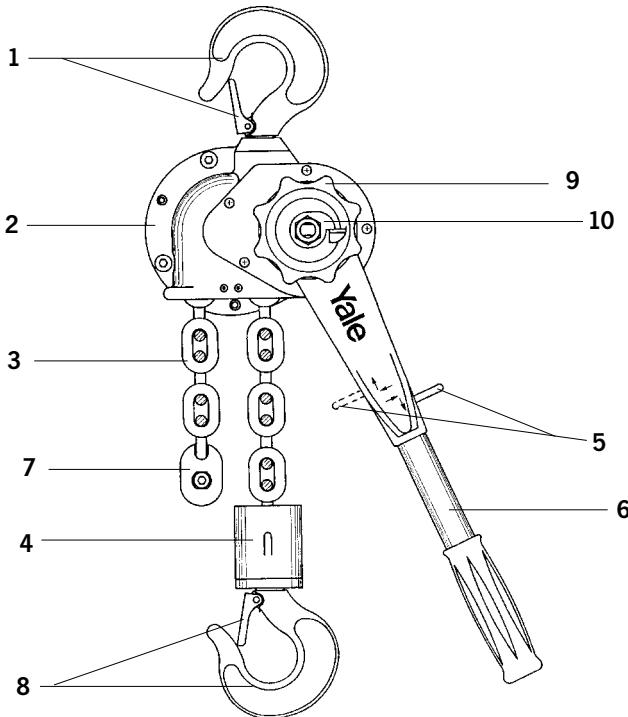

Fig. 10
- Het kettingeindstuk mag niet als bedrijfsmaatige hulshoogtebegrenzing gebruikt (Fig. 10).
Schakelpal (Fig. 10) in neutrale stand zetten. De lastketting kan nu snel in beide richtingen worden getrokken en op voorspanning gebracht worden.